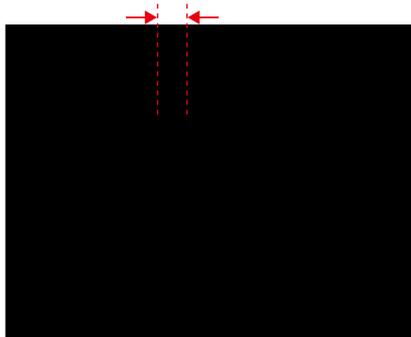

图 5-44 PCB 外层环宽
**焊盘环宽:** 是指 PCB 内、外层金属化孔焊环的宽度, 其最小环宽定义为成品孔在电镀后, 孔边缘与焊盘边缘之间最窄的铜箔宽度, 如图 5-44 所示。